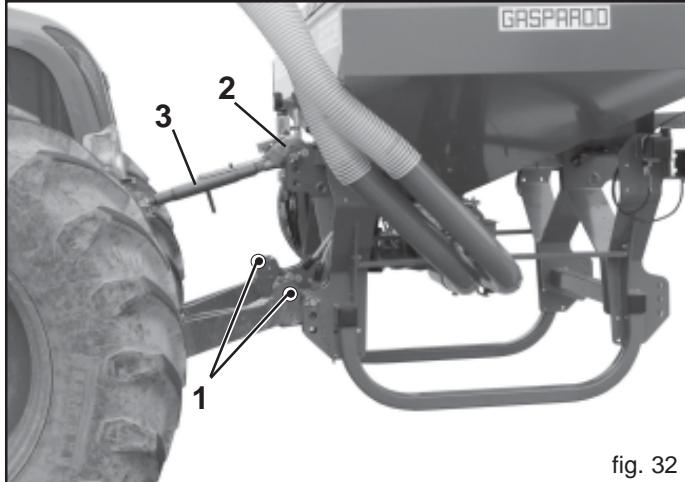

fig. 32
- 1) Accrocher les barres de l'élèvateur aux pivots prévus à cet effet (1, Fig. 32). Bloquer par les goupilles à encliquetage.
- 2) Relier le troisième point supérieur (2, Fig. 32); bloquer la cheville par la goupille "ad hoc". Positionner le machine perpendiculairement au sol (Fig. 34) par l'entretoise de réglage (3, Fig. 32).